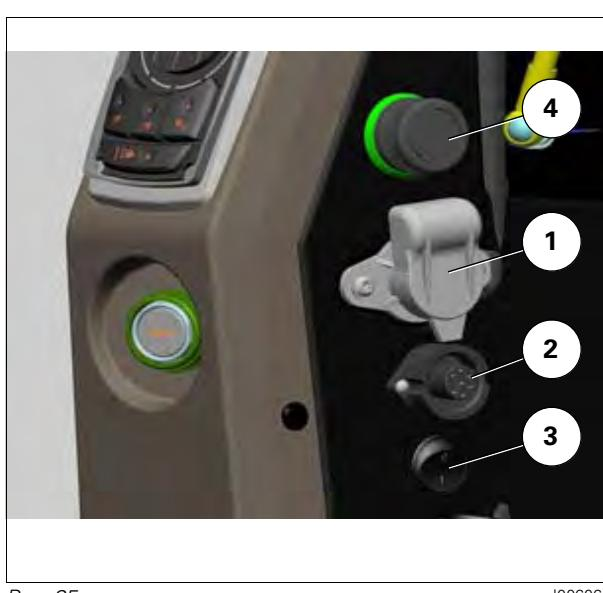

Рис. 35.
- (1) (15/30) Постоянное питание +12 В или управление с помощью переключателя (3) рис. 35 через предохранитель F52 (30 A)
- (2) (82) Питание +12 В после зажигания через предохранитель F66 (10 A)
- (3) (31) Масса, "-"